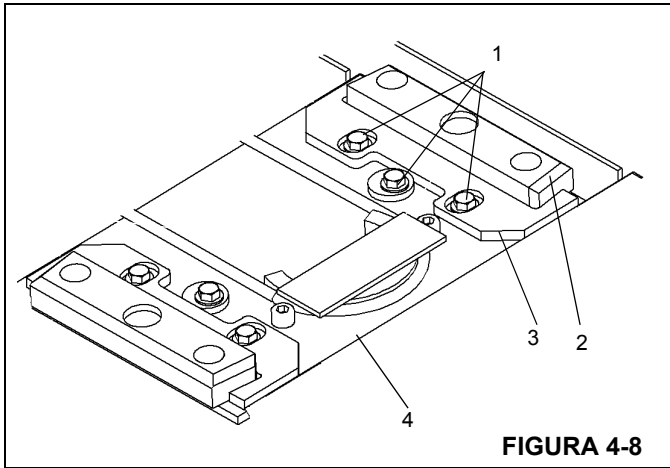

FIGURA 4-8
7. Retire los pernos, las arandelas y las arandelas descentradas (1) que fijan cada almohadilla de desgaste superior trasera ajustable (2). Retire las almohadillas de desgaste, las placas retenedoras (3) y los pernos de la parte superior de la sección central exterior (4) Figura 4-8.